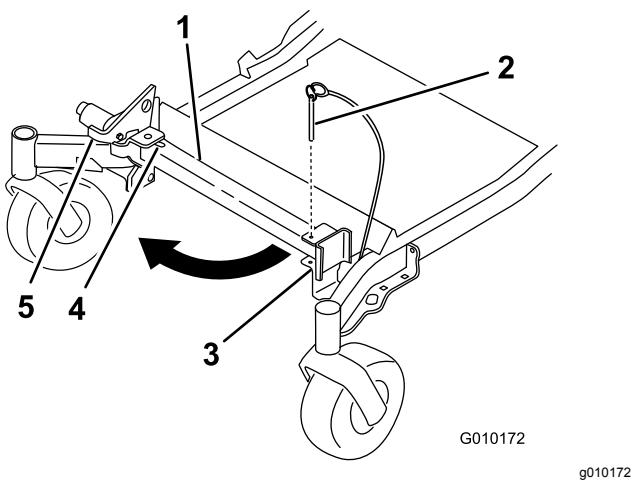
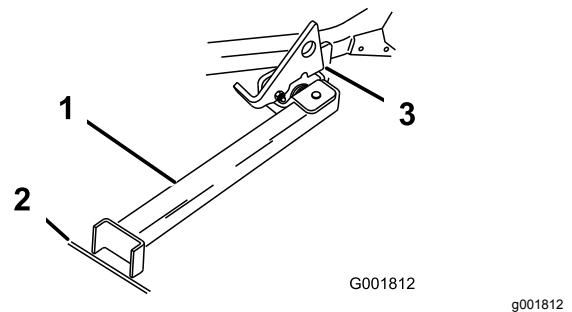

Figura 42
Figura 43
2. Retire el pasador del soporte (Figura 42).
4. Gire el pie del soporte hacia adelante, y deslice el soporte hacia la máquina, hasta que encaje en la parte de abajo de la ranura (Figura 42 y Figura 43).
5. Ponga el pie del soporte en el suelo con el enganche descansando sobre la pestaña de giro (Figura 43).
**Nota:** Para obtener los mejores resultados, coloque el pie del soporte en una ranura de la acera o en el césped (Figura 43).
7. Conduzca la máquina sobre el soporte. Pare cuando el enganche caiga por encima de la pestaña a la posición bloqueada (Figura 43).
5. Ponga el soporte de nuevo en su posición de descanso (Figura 42).